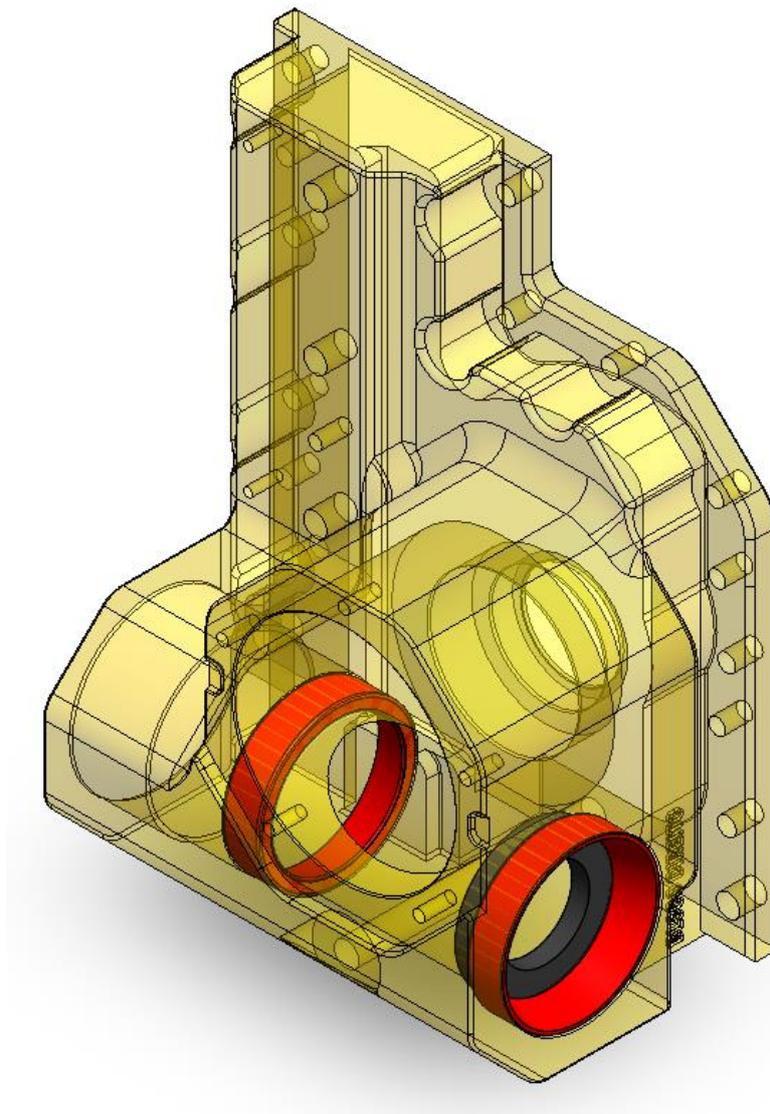

Figura 9
- a. Instale o retentor (1-4/35) no bloco (1-4/5), após instale o anel externo do rolamento (1-4/30), na lateral direita do bloco e o anel externo do outro rolamento (1-4/30) pelo lado esquerdo do bloco. Conforme a *Figura 9*.